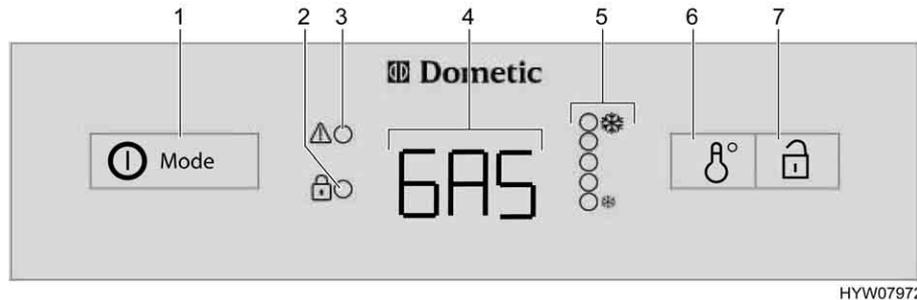

Fig. 139 Elementos de mando para el frigorífico (Dometic de la serie 8 con AES)
Con averías, parpadeará el visualizador LED avería "⚠" (Fig. 139,3).
Si **no** está conectada la alimentación de 230 V y el motor del vehículo tractor está **desconectado**, el AES selecciona el suministro de gas. Al seleccionar el suministro de gas se abre automáticamente el seguro de encendido, de forma que puede fluir gas hacia el quemador. Simultáneamente se conecta el encendedor electrónico. Si se apaga la llama de gas, p. ej. debido a un golpe de viento, el encendedor se activa inmediatamente y enciende de nuevo el gas. Con una avería en el funcionamiento a gas, en el piloto (Fig. 139,4) parpadeará el texto "GAS".
Una vez conectado, el frigorífico selecciona automáticamente el ajuste medio del termostato. Este ajuste puede regularse posteriormente a mano con el conmutador para el ajuste de temperatura (Fig. 139,6). Los visualizadores LED (Fig. 139,5) indican el ajuste seleccionado del termostato. Con el interruptor se ajusta la temperatura de refrigeración para los tres tipos de energía. Pasan algunas horas hasta que el frigorífico alcanza la temperatura de servicio normal. Al conmutar el modo de funcionamiento se mantiene el ajuste del termostato. La temperatura de refrigeración se mantiene independientemente del tipo de energía.
- Pulsar el conector/selector de energía (Fig. 139,1) 2 segundos para conectar el aparato. Se visualiza el último modo de funcionamiento seleccionado en el piloto (Fig. 139,4).
- Seleccionar el tipo de energía con el conector/selector de energía (Fig. 139,1).
- La temperatura de refrigeración puede ser ajustada en el conmutador para el ajuste de temperatura (Fig. 139,6). Los visualizadores LED (Fig. 139,5) indican el ajuste seleccionado del termostato.
- Pulsar el conector/selector de energía (Fig. 139,1) 2 segundos. Todos los visualizadores se apagan.